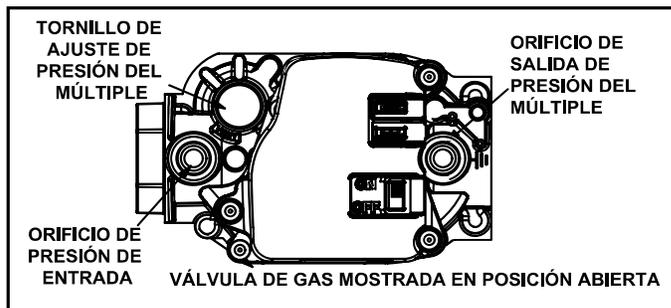

FIGURA 61
Funcionamiento de la válvula de gas (Figura 61)
- 6 - Mueva el interruptor en la válvula de gas a la posición APAGADO. Ver la Figura 61.
- 8 - Mueva el interruptor en la válvula de gas a la posición ENCENDIDO. Ver la Figura 61.
Cuando evalúe la presión del gas de suministro, use una derivación tapada de 1/8 pulg. N.P.T. o el poste de presión situado en la válvula de gas para facilitar la conexión del indicador de prueba. Ver la Figura 61. Verifique la presión de la línea de gas con la unidad encendida a la tasa máxima. La baja presión puede producir una operación errática o encendido insuficiente. La alta presión puede producir daño permanente a la unidad o encendido excesivo.